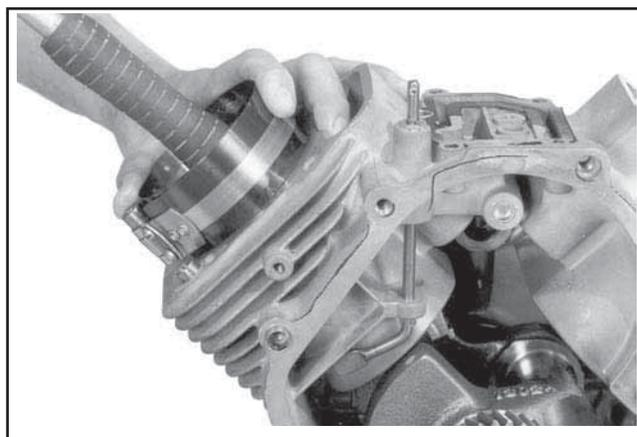

Figure 11-9. Installation du groupe Piston à l'aide de l'outil de compression pour segments.
4. Vérifier que le marquage « Fly » du piston est en face du côté volant du moteur. Taper légèrement avec un marteau au manche en caoutchouc sur le piston pour l'enfoncer dans le cylindre comme il est montré à la Figure 11-9. Veiller à ce que les raclers d'huile ne sautent pas entre le fond du compresseur des segments et le haut du cylindre.